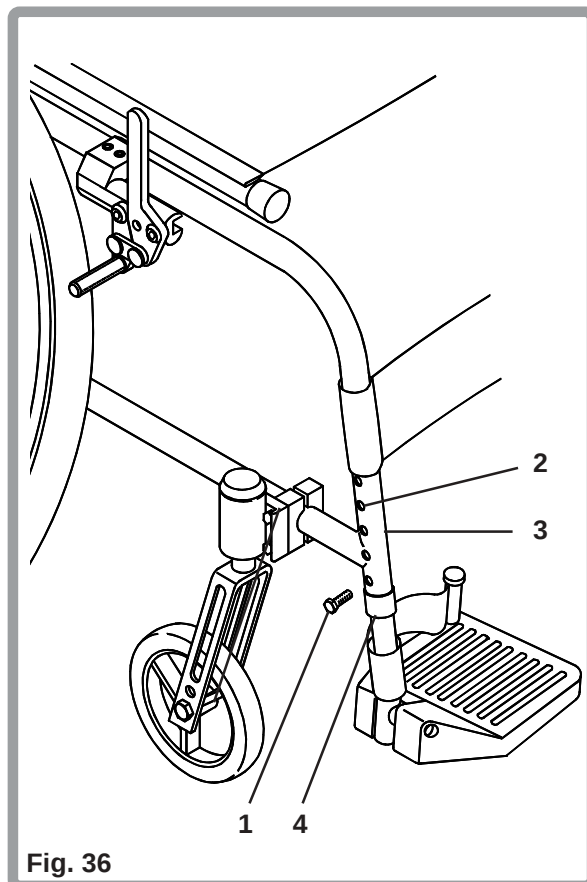

Fig. 36
Voor het afstellen van de hoogte van de opklapbare voetsteunen, verwijdt u de schroef (1), zoals getoond, met een 5 mm inbussleutel. Verplaats de voetplaat naar de gewenste positie, verzeker u ervan dat het gat (2) in de buitenste buis (3) in één lijn is met het gat in de binnenste buis (4). Plaats de schroef terug en draai deze vast op een aanhaalmoment van 5 Nm (Fig. 36).